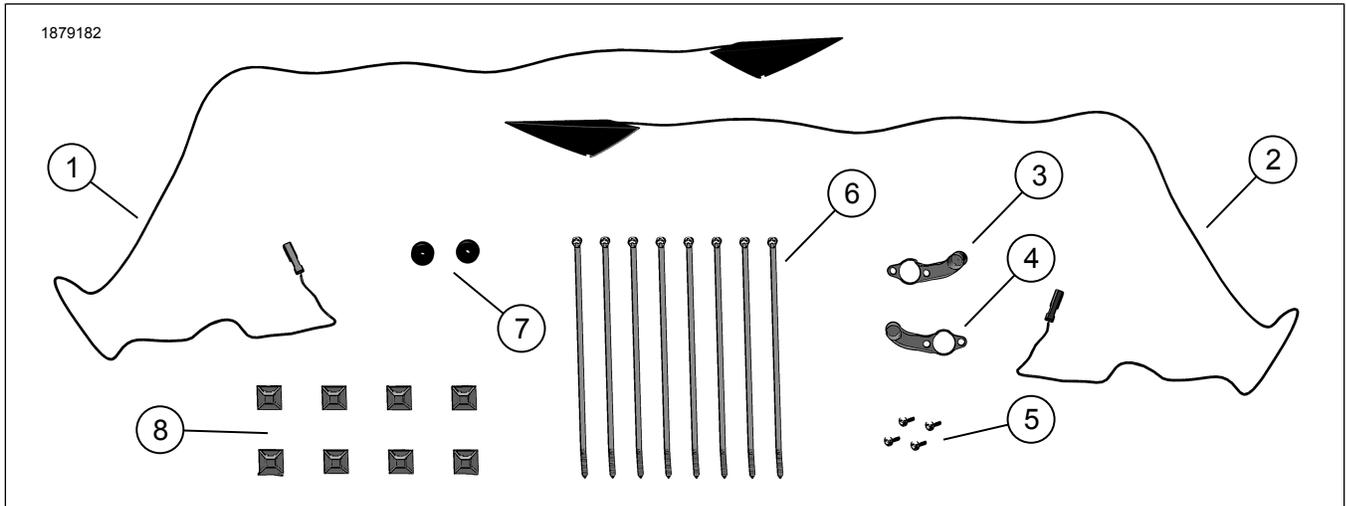
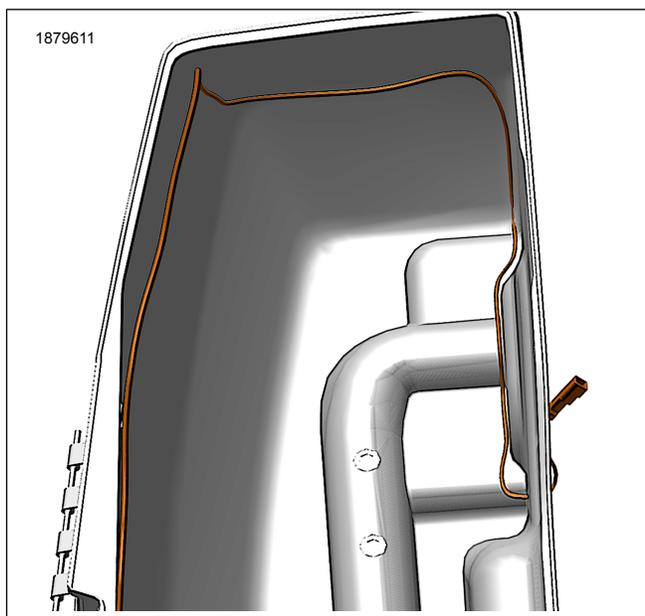

Figure 1. Contenu du kit : Éclairage intérieur de sacoche à LED
Figure 7. Acheminement du faisceau
- 8. Voir Figure 1 et Figure 7. Acheminer le faisceau à l'intérieur de la sacoche, le fixer avec des serre-câbles (6) et des dispositifs d'ancrage (8).